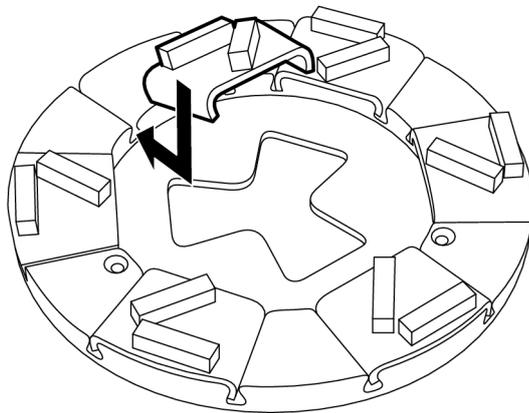

Abbildung 4-13. Montage der Schleifwerkzeuge
1. Führen Sie das Schleifwerkzeug von oben nach unten schräg in die dafür vorgesehene Führung im Werkzeughalter ein, siehe Abbildung 4-13, Seite 26. Schieben Sie das Werkzeug anschließend ganz in die Führung.
2. Führen Sie das neue Schleifwerkzeug schräg von oben nach unten in die dafür vorgesehene Führung im Werkzeughalter ein, siehe Abbildung 4-13, Seite 26. Schieben Sie das Werkzeug anschließend ganz in die Führung.
3. Montieren Sie das vorgesehene Werkzeug an der Maschine, siehe Abbildung 4-13, seite 26.